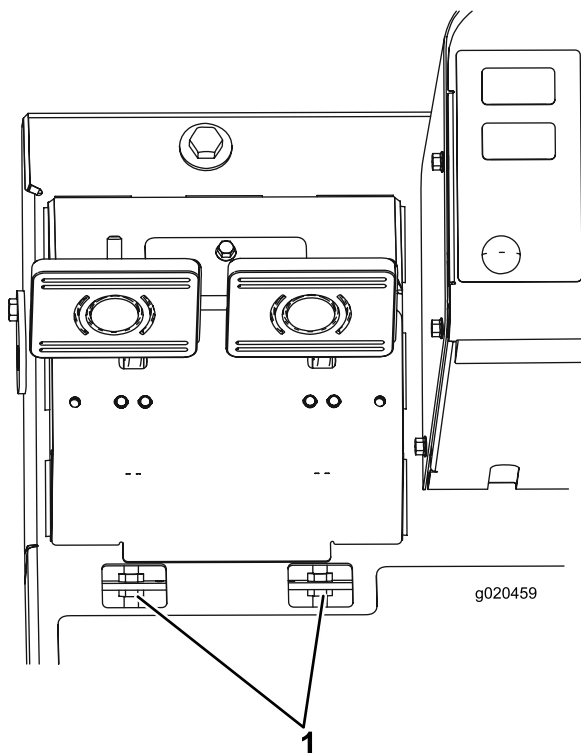

Bild 95
- B. Lockern Sie die vordere Mutter an der Gewindeseite des Bremszuges (Bild 95).